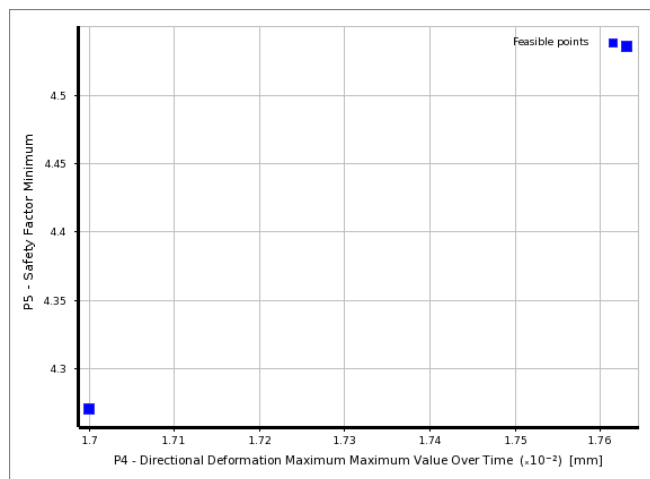

图 26-47 权衡图
6) 在 Outline of Schematic C2: Optimization 中, 单击 15 行可以查看权衡图, 如图 26-47 所示。